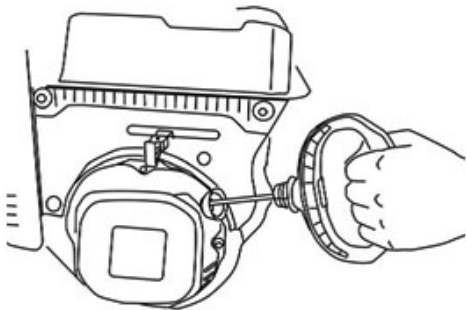

Рис.35
- Откройте топливный кран, переместив рычаг топливного крана в рабочее положение (ON).
- Потяните за рукоятку ручного стартера (Рис.35) до тех пор пока не почувствуете сопротивление, затем произведите резкий рывок за рукоятку.